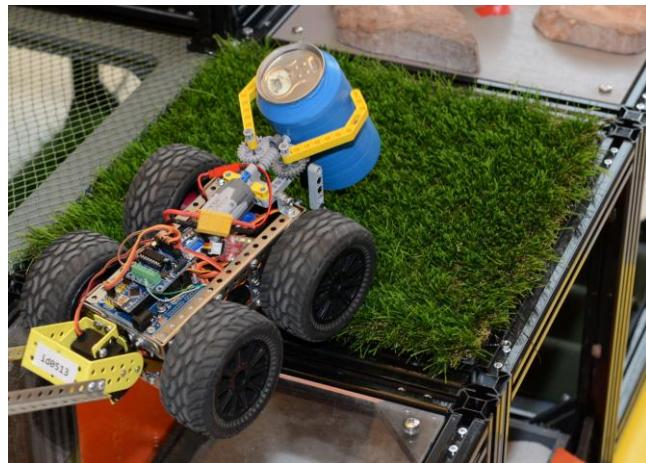

Рисунок 2 - «Трава»
- 1.5.1. **Трава** – площадка с искусственной травой из полипропилена, длина ворса 40 мм (рисунок 2). Покрытие прикреплено к листу фанеры. Габариты площадки 360x360x12-50.